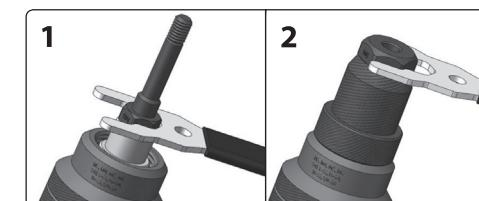

Fig. 3
- 1 All'interno dell'adattatore da trapano a rivettatrice per inserti filettati avvitare una testina per inserto filettato con un dado (passaggi 1 e 2 illustrati nella Fig. 3). La testina per inserto filettato è composta da due pezzi (asse centrale filettato e dado superiore), illustrati nella Fig. 3. La misura della testina deve essere scelta in base alla misura dell'inserto filettato da piazzare. La misura e la lunghezza dell'inserto filettato devono essere scelti in base al diametro e alla profondità del foro praticato in precedenza e in base ai materiali da unire, altrimenti la giunzione non avverrà correttamente. La misura dell'inserto filettato deve corrispondere al valore marcato sulla testina per inserto (ad esempio, M5). Successivamente stringere la testina per inserto filettato con la chiave inglese in dotazione (Fig. 3, passaggio 2).